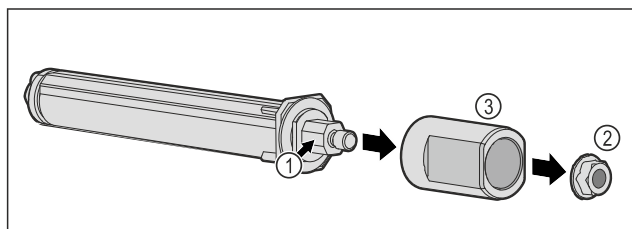

Fig. 58
- Ne razstavite sistema za zaklepanje vrat Fig. 58 (1).
- Odstranite matico Fig. 58 (2).
- Snemite tulec Fig. 58 (3).